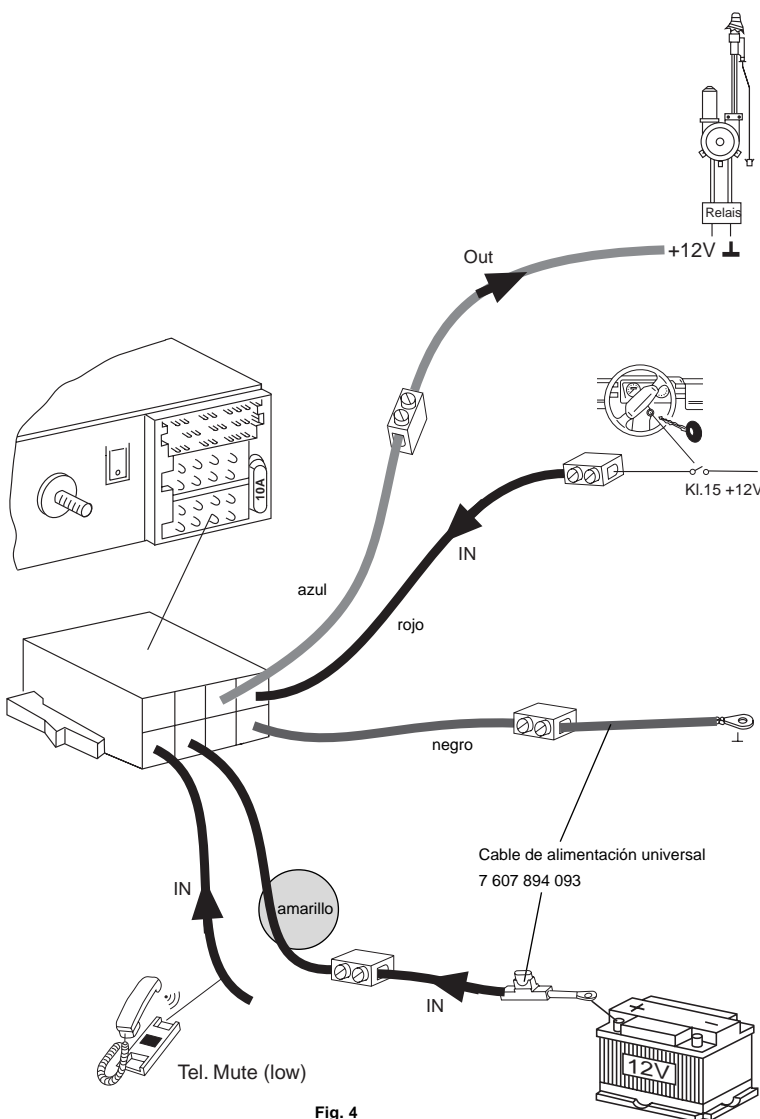

Fig. 4
- Conexión en vehículos sin equipamiento previo Fig. 4